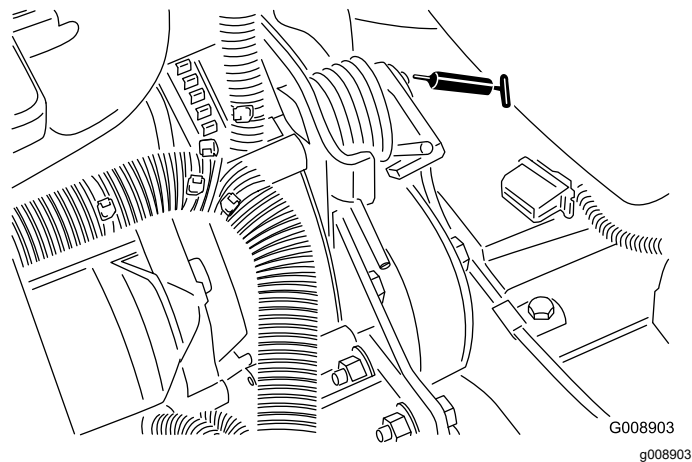

Figure 42
- Pivots de tension de courroie (Figure 42)